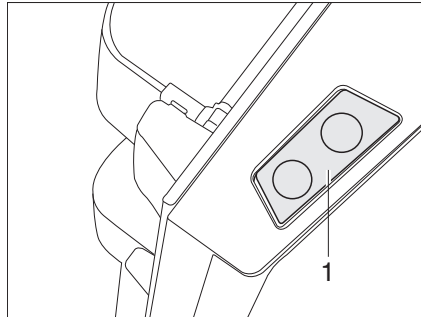

Fig. 208 Botón de desbloqueo de la puerta del frigorífico (Dometic de la serie 8)
*Abrir:* ■ Pulsar el botón de desbloqueo (Fig. 208,1) y abrir la puerta del frigorífico.